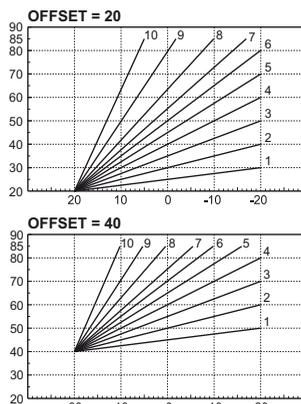

fig. 25 - Esempio di spostamento parallelo delle curve di compensazione
**Offset:** Entrando in questo sotto-menu si accede allo spostamento parallelo delle curve tramite i tasti **+** e **- sanitario**. Fare riferimento alla fig. 25 per le caratteristiche.